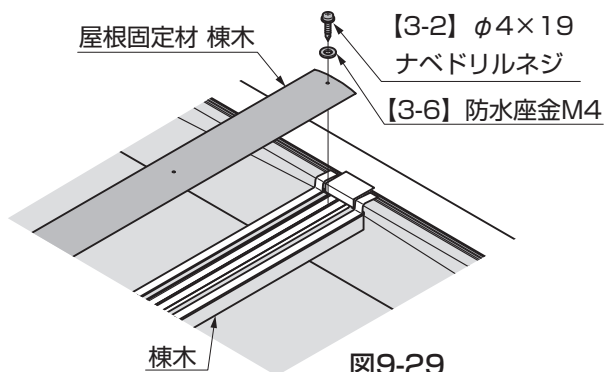

図9-29
④屋根固定材 棟木を棟木にはめ込み、しっかりはまっていることを確認した後、【3-2】、【3-6】で取付けてください。(図9-29参照)